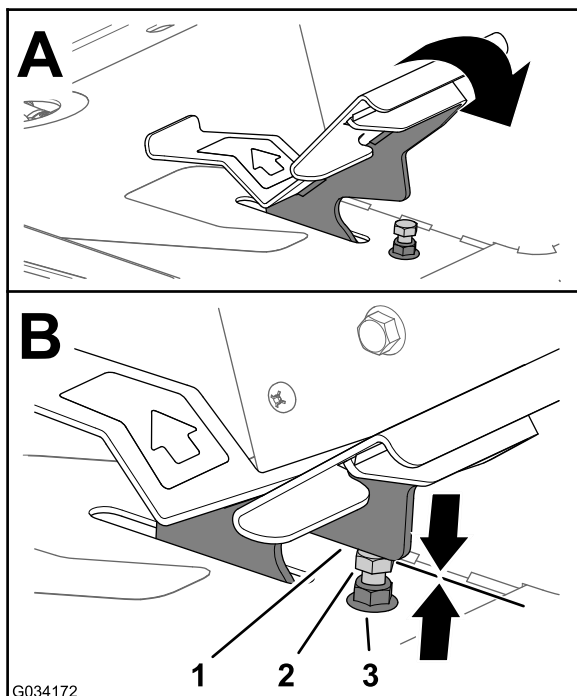
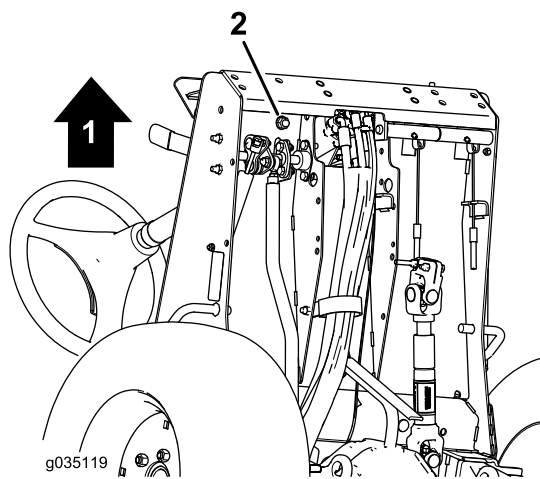

Figure 77
Figure 78
1. Poussez complètement la pédale de déplacement en avant (Figure 77) .
- A. Bloquez la butée de la pédale de déplacement (Figure 77) avec une clé.
- B. Desserrez l'écrou de blocage au bas du repose-pied (Figure 78).
- C. Poussez complètement la pédale de déplacement en position avant (Figure 77).
- D. Tout en maintenant la butée de la pédale de déplacement, réglez l'écrou de blocage situé au-dessus du repose-pied (Figure 77) jusqu'à ce que la pédale touche la butée.
- F. Tout en maintenant la butée de la pédale de déplacement, serrez l'écrou de blocage au bas du repose-pied (Figure 77 et Figure 78) à un couple de 37 à 45 N·m.